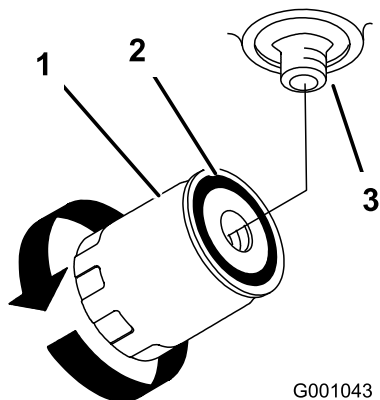

Figure 64
4. Appliquez une fine couche de liquide hydraulique sur le joint en caoutchouc du filtre de rechange (Figure 64).
6. Remplissez le réservoir hydraulique jusqu'à ce que le liquide déborde du filtre. Tournez alors le filtre à huile dans le sens horaire jusqu'à ce que le joint en caoutchouc vienne toucher l'adaptateur du filtre. Serrez ensuite le filtre de 1/2 tour supplémentaire (Figure 64).